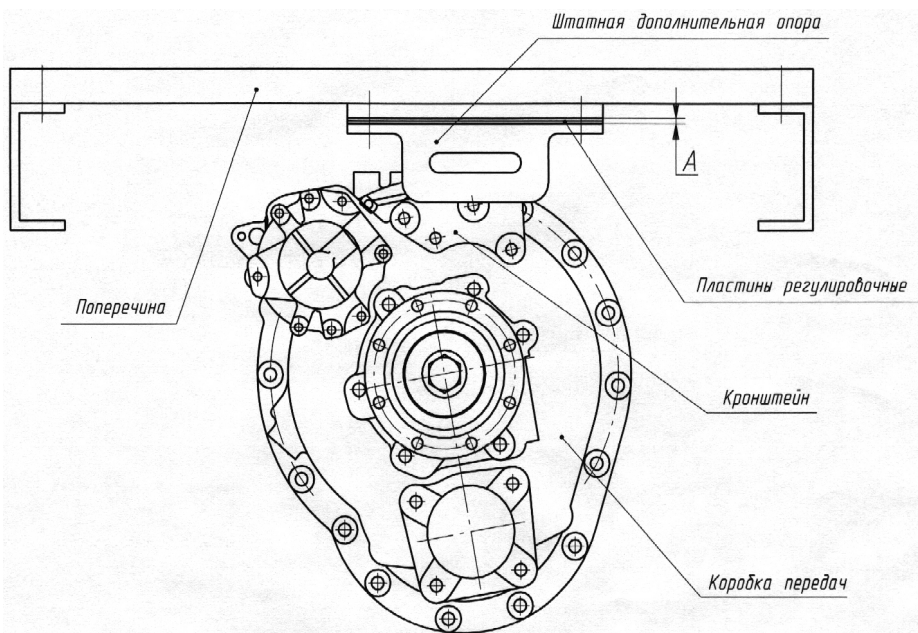

Рисунок 10. Вид на коробку передач сзади.
- замерить расстояние “А” между поперечиной и поддерживающей опорой (см. рисунок 10);